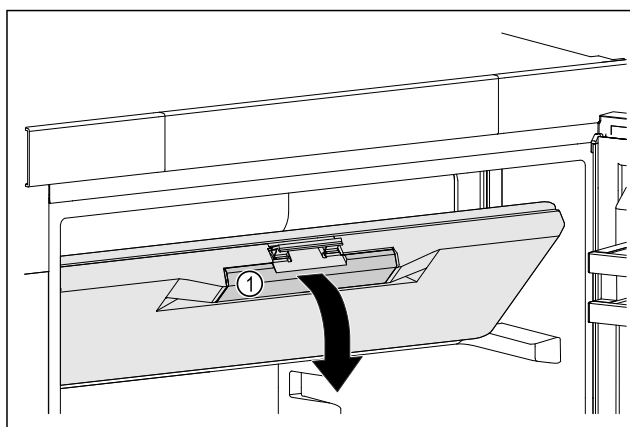

Fig. 51
- Prindeți ușa compartimentului de congelare de mânerul încadrat Fig. 51 (1).